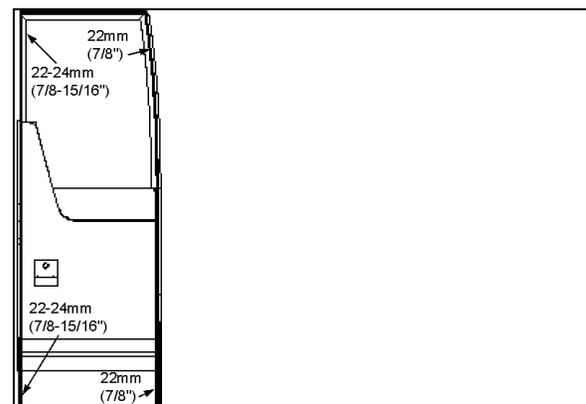

FIGURE 25 : AJUSTEMENT DE LA COMPRESSION DU JOINT
2. Depuis l'extérieur du véhicule, insérer un bord droit dans le trou le long du périmètre extérieur de la porte. Mesurer la distance entre l'encadrement de porte et la surface extérieure de la porte aux quatre coins de la porte (voir la figure 25).